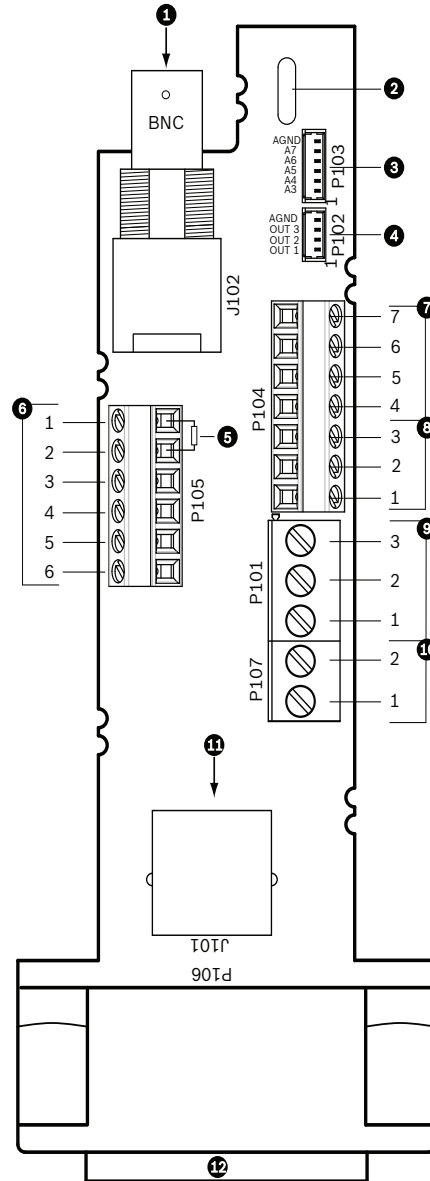

Figure 3.12 Connexions à la carte d'interface installée dans le tube
Si vous devez câbler plusieurs AutoDome en série (« en bus »), vous devez placer une résistance de fin de ligne au dernier dôme de la série. La carte d'interface est fournie avec une résistance de fin de ligne de 110 Ω , placée entre les bornes biphase C- and C+ (broches 1 et 2) du connecteur de commande P105 (voir élément 5 de la *Figure 3.12*, ci-dessus). Enlevez la résistance de toutes les cartes d'interface sauf celle du dernier dôme. Vous pouvez installer jusqu'à quatre (4) AutoDome en série. Si le protocole de commande utilisé est le RS485, ôtez la résistance de fin de ligne des bornes Biphase C+ et C- pour la placer sur les bornes RXD- et TXD+ (broches 4 et 5) du connecteur de commande P105 du dernier dôme (voir élément 6 de la *Figure 3.12*, ci-dessus).
2. Branchez les fils d'entrée/sortie de données de commande sur leurs bornes respectives du connecteur P105 de la carte d'interface pour tube. Reportez-vous à la *Figure 3.12*, *Page 50*, pour une illustration de ces connexions.